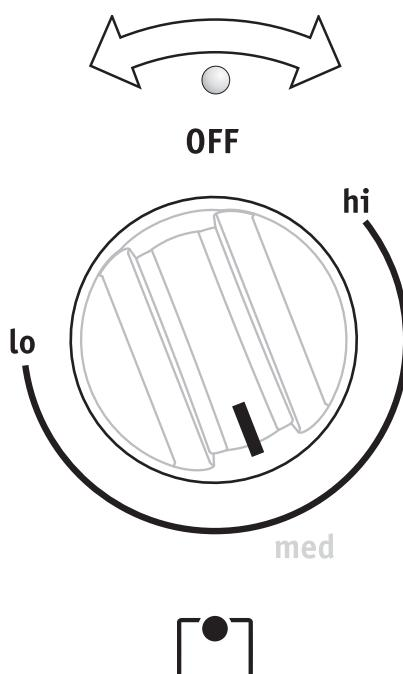

Fig. 1 (avec réglage approximatif illustré pour la température moyenne)
1. Poussez et tournez le bouton de maintien au chaud vers la gauche ou la droite (fig. 1). Les températures sont approximatives et sont identifiées par **HI** (Élevé) et **LO** (Bas). Cependant, la commande peut être réglée à n'importe quelle position entre **HI** (Élevé) et **LO** (Bas) pour obtenir différents niveaux de chauffage.